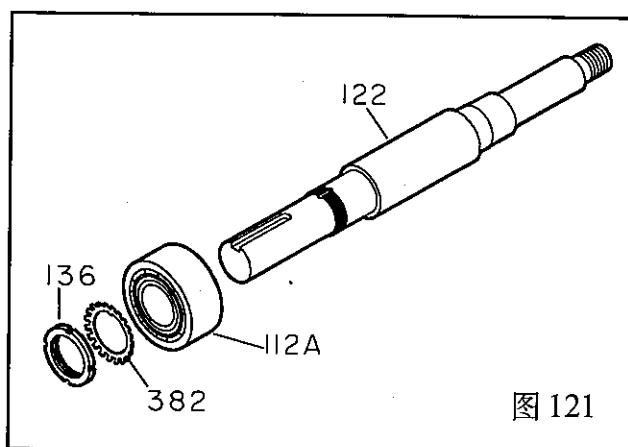

图121
2. 将止推轴承(112A)装到轴上(122)。(图121)